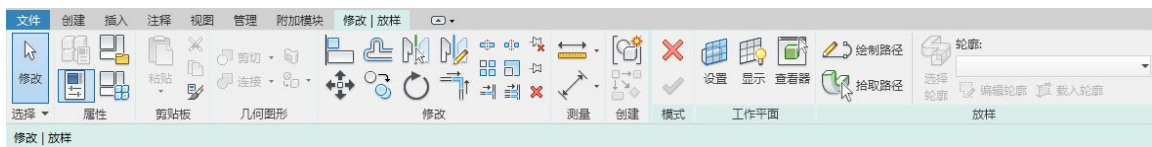

图 3-48 “修改|放样”选项卡
(2) 单击“创建”选项卡“形状”面板中的“放样”按钮, 打开“修改|放样”选项卡, 如图 3-48 所示。